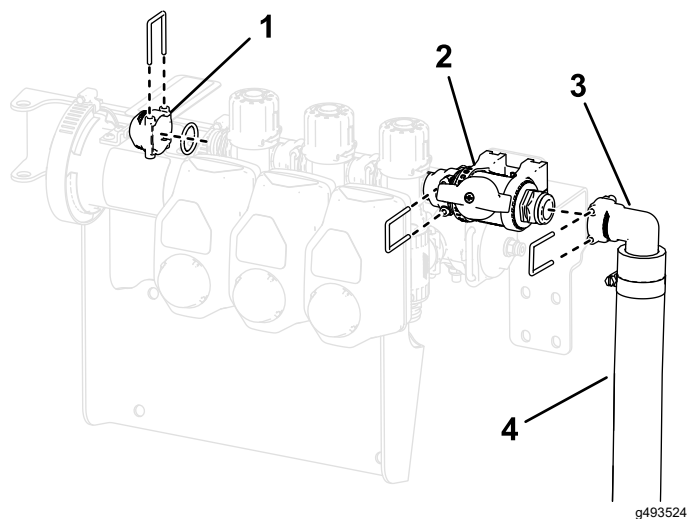

Figura 29
7. Fixai ansamblul supapei de control la nivelul supapei braului cu inelul de etanare i cu opritorul îndepărtate anterior, aa cum se arată în Figura 29.
8. Montai capacul ($\frac{1}{2}$ "), inelele de etanare, fittingul i ansamblul furtunului la supapa de control cu ajutorul opritoarelor îndepărtate anterior, aa cum se arată în Figura 29.